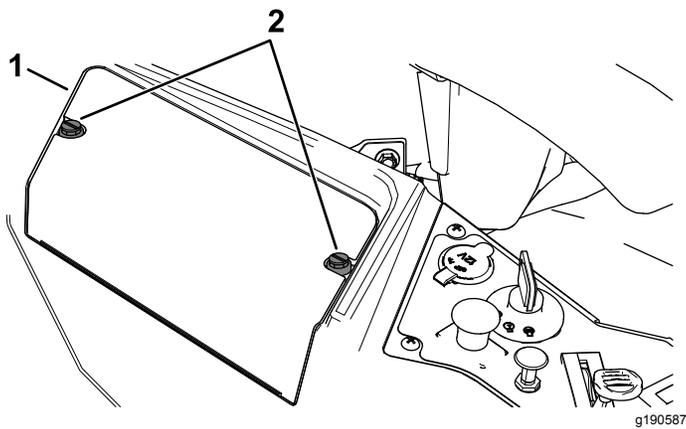

Bild 56
3. Drehen Sie die zwei Befestigungen an der Batterieabdeckung um eine Vierteldrehung nach links, um sie zu lösen, und nehmen Sie dann die Batterieabdeckung ab (Bild 56).
6. Drücken Sie die Batterieabdeckung nach unten, um sie anzubringen, und ziehen Sie die zwei Befestigungen durch Drehen nach rechts an (Bild 56).